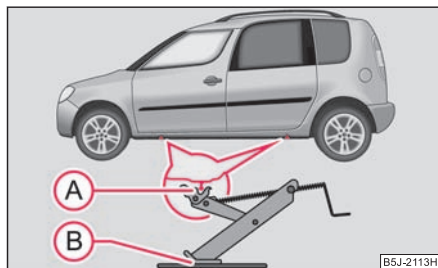

Fig. 193 Changement de roue: Points d'appui du cric
- Positionnez le cric au point de prise - marque dans le longeron inférieur, le plus près possible de la roue crevée ⇒ fig. 193.